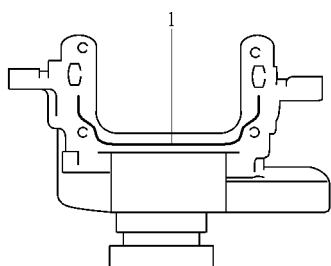

图 5-54 对点火线圈安装面涂敷密封剂
- 1) 对分电器上的点火线圈安装面涂敷密封剂，如图 5-54 所示。